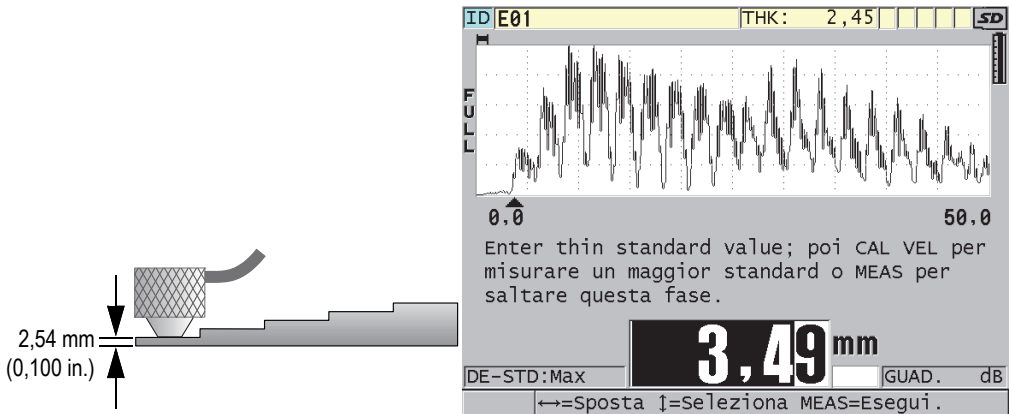

Figura 5-5 Calibratura dello zero mediante un blocco di calibratura da 5 spessori
2. Per effettuare la calibratura dello zero (vedi Figura 5-5 a pagina 87):